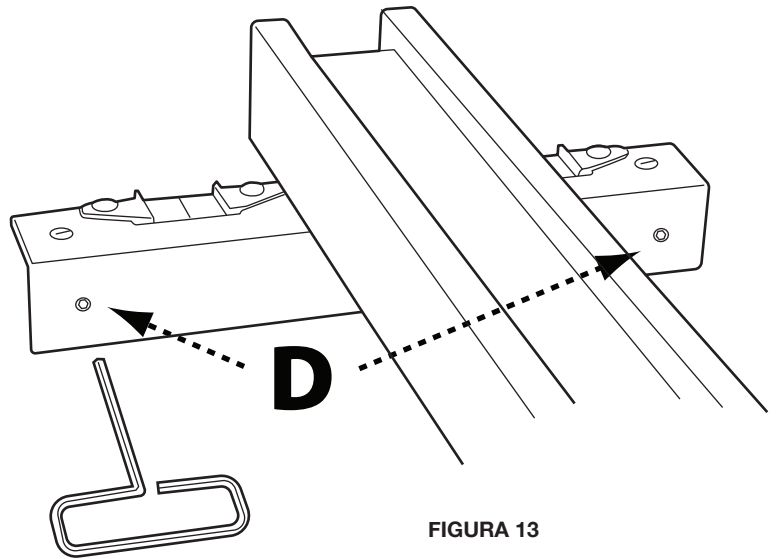

FIGURA 13
2. Apriete o afloje ligeramente uno de los dos tornillos de ajuste (D) (Figura 13), usando una llave hexagonal de 3mm (no incluida).
2. Localice los dos tornillos de ajuste (D), que se muestran en la Figura 13.